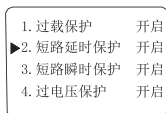
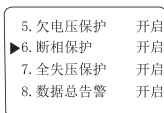
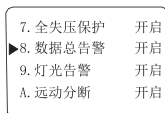

图 13
图 14
图 15
3) 【移位】：查询参数时做向上用，设置及密码输入状态时做数字移位使用。进入菜单后，按下【递增】、【菜单】键，进入功能设置状态，如图13，图14图15所示，可设置过压保护，欠压保护，断相保护，全失压保护，过载保护，短路延时保护，不平衡保护，缺零保护等功能。确定该选项后，按【移位】、【递增】可以实现该功能的开启、告警或关闭。在轮显或跳闸